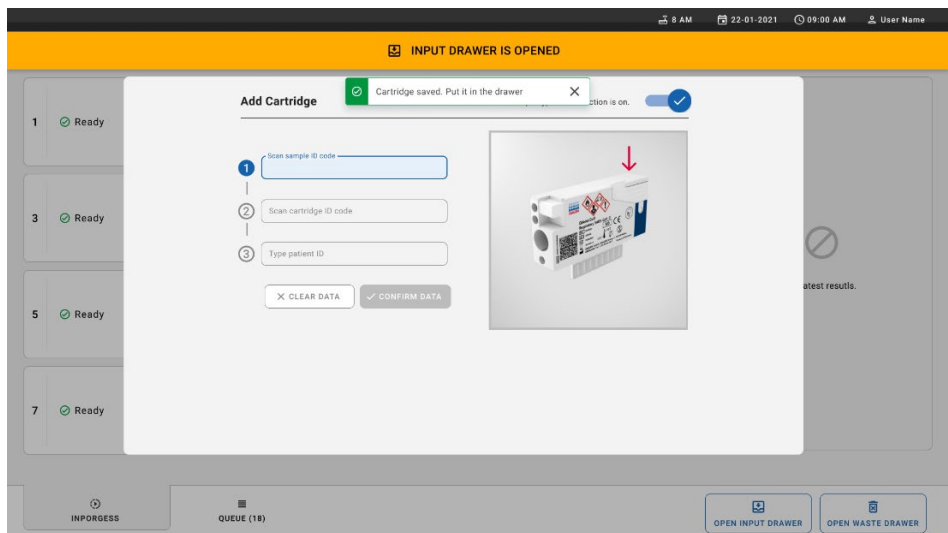

Figure 28. Écran d'ajout d'une cartouche.
12. Placez la cartouche dans le tiroir d'entrée. Assurez-vous que la cartouche est correctement insérée dans le plateau (figure 28).